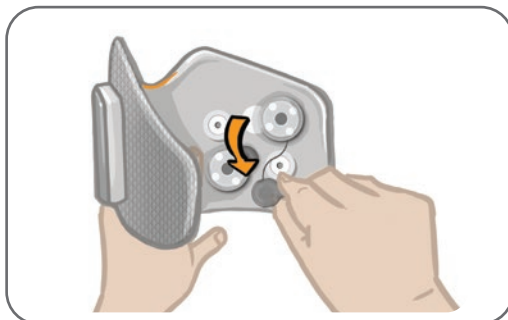

Abbildung 8-8: Entfernen der gebrauchten Elektrodenbasen
3. Lösen Sie die Druckknöpfe der Elektrodenbasen aus den Löchern. Siehe Abbildung 8-8.
4. Nehmen Sie die gebrauchten Elektrodenbasen aus der Manschette heraus. Siehe Abbildung 8-8.